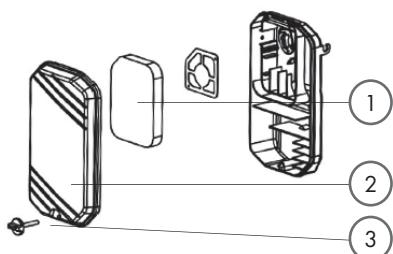

Рис.11
1. Открутить болт (3) и снять крышку воздушного фильтра (2) (рис. 11).
2. Убедиться, что воздушный фильтр (1) не поврежден. Если поврежден, заменить его.
3. Убедиться, что воздушный фильтр (1) чистый. Если воздушный фильтр загрязнен, промыть его.